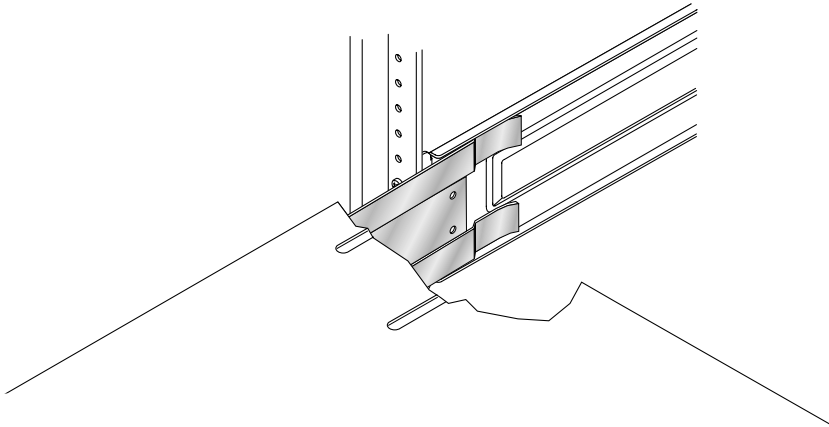

図 8 ラックのレールへのアレイの背面側留め具の差し込み
1. アレイを持ち上げて、アレイの背面側留め具の突き出した側をラックのレールに合わせます (図 8)。